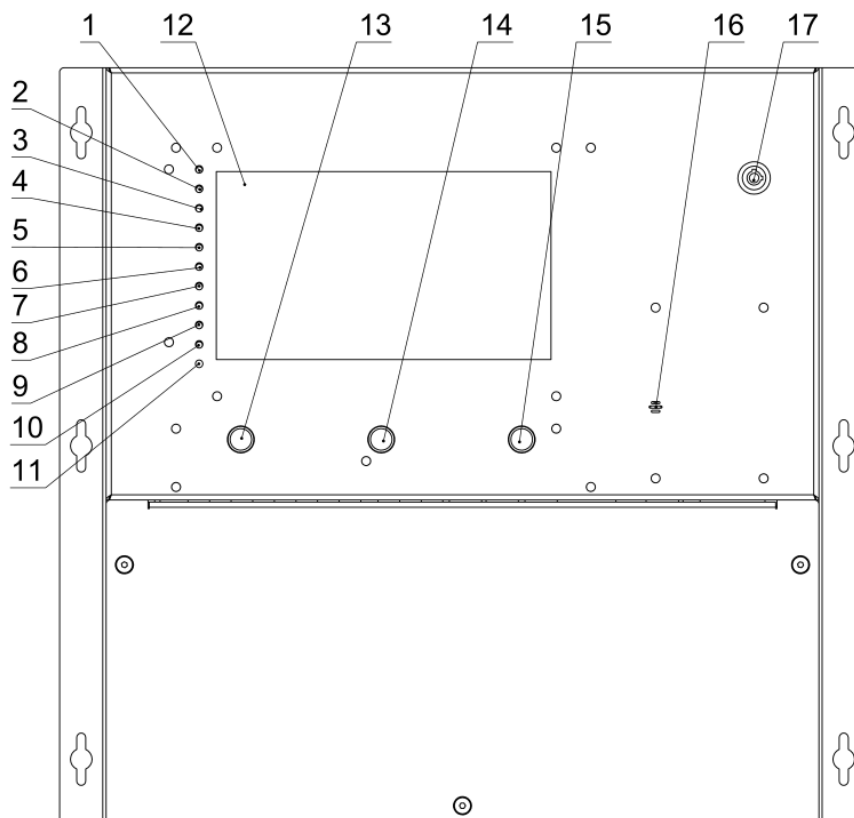

Рисунок 1 - Корпус, вид спереди
4. Другие значения сопротивления линии связи воспринимаются прибором как авария линии связи с ППКП. На передней панели модуля зажигаются индикаторы «НЕИСПРАВНОСТЬ», соответствующие номеру неисправных линий связи с ППКП и индикатор «НЕИСПРАВНОСТЬ» (рис. 1, поз. 5, 28). Прибор выключает реле на выходе «Неиспр.» и периодически издает звук зуммера.